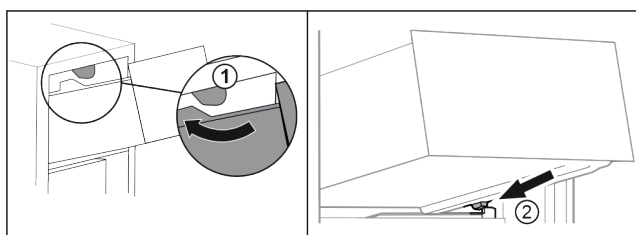

Fig. 112
- ▶ Far passare il cassetto sui fermi superiori. Fig. 112 (1)
- ▶ Applicare il cassetto inclinandolo dietro i fermi inferiori sulla nervatura del contenitore. Fig. 112 (2)